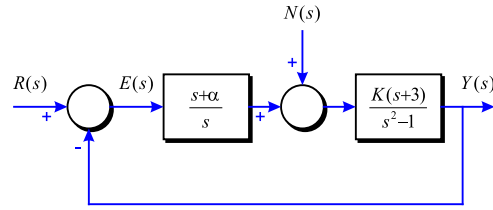

Figura 3-9
**Problema 58** A la Figura 3-9 es mostra el diagrama de blocs d'un sistema de control lineal, on  $r(t)$  és la referència d'entrada i  $n(t)$  és la perturbació.